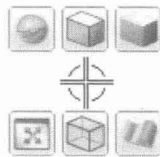

图 1.14 辐射菜单
(4) 单击 “通过表面 (Thru Face)” 按钮 , 移动光标到大圆柱的上面并单击 MB1。
(5) 单击 “OK” 按钮接受设置。
(6) 定位孔: 单击 “点到点 (Point onto Point)” 按钮  → 选择大圆柱圆弧边 → OK, 接受 “圆弧中心 (Arc Center)” 选项。
(7) 将光标移到图形窗口空白处, 按住 MB3 直到弹出图 1.14 所示的 “辐射式” 推断菜单 → 保持按键不放移动光标到 “着色 (Shaded)” 按钮  上 → 释放鼠标按键。